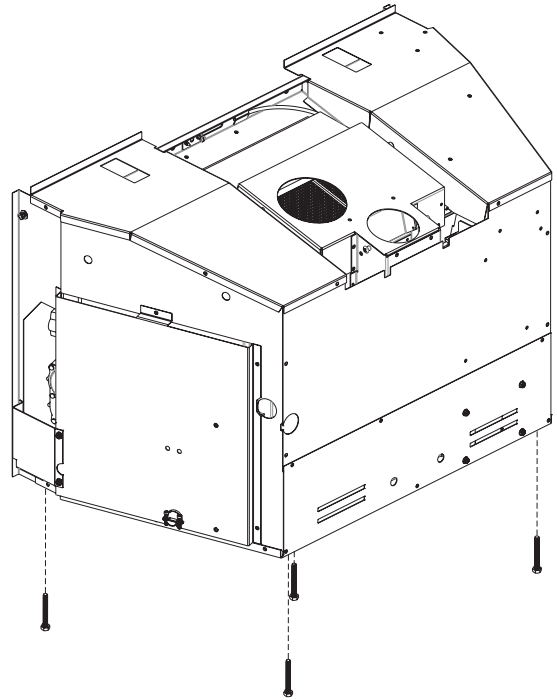

Figure 11
La **Figure 11** montre le chapeau et le système d'extrémité de l'évacuation pouvant être utilisés avec ces modèles. Les bouches d'extrémité du système d'évacuation sont étiquetées à des fins d'identification. Utiliser un conduit d'évacuation de gaz flexible en aluminium ou en acier inoxydable de 3 pouces de diamètre pour l'admission d'air de combustion. Utiliser un conduit d'évacuation de gaz flexible en aluminium ou en acier inoxydable de 4 pouces de diamètre pour l'échappement des gaz de combustion. **Aucun autre système ni composant d'évacuation ne peut être utilisé.** Des instructions de pose détaillées sont fournies avec chaque nécessaire d'extrémité de conduit et doivent être utilisées en même temps que ce manuel.
AVIS : L'élévation verticale minimale de l'évacuation est de 10 pi (3 m) et l'élévation verticale maximale de l'évacuation est de 40 pi (12,2 m). Ces dimensions sont mesurées entre les colliers de départ de l'appareil et l'extrémité de la dernière section de conduit. **Voir Figure 11**, page 17.
7. Poser les pieds de niveau. Voir Figure 11.